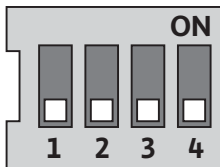

Fig. 29: DIP-schakelaars
De DIP-schakelaars (Fig. 9, pos. 6/ Fig. 29) bevinden zich onder de afdekking van de behuizing.